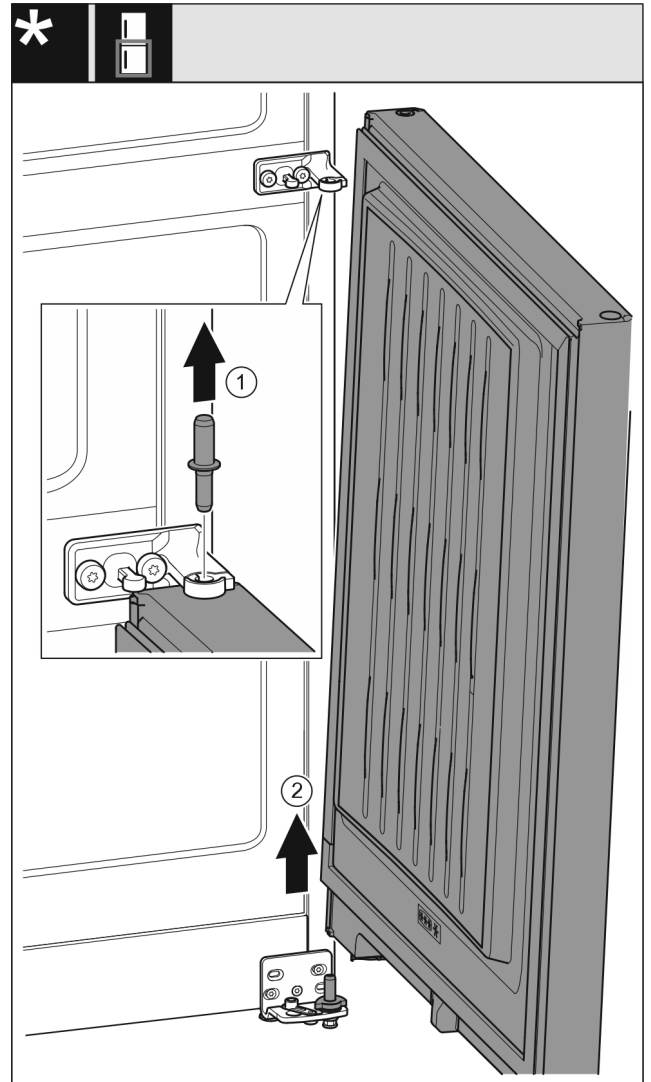

Fig. 9
- ▶ Izvucite svornjak Fig. 9 (1) prema gore.
- ▶ Zakrenite vrata Fig. 9 (2) prema van, povucite ih prema gore i stavite ih na stranu.